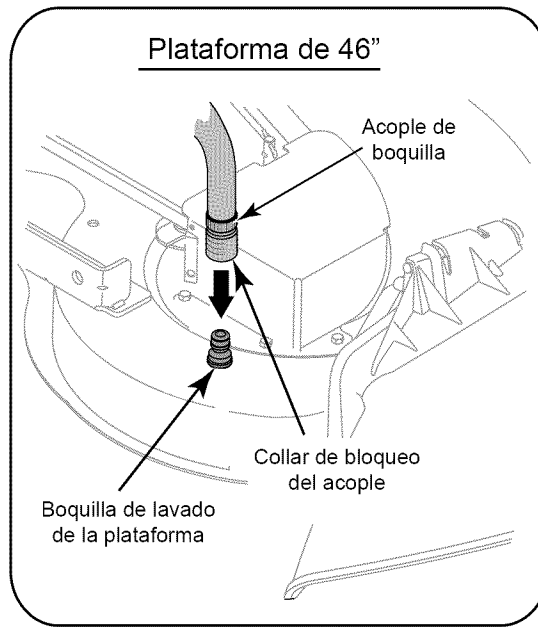

Figura 22
4. Tire hacia atrás el collar de bloqueo del acople de la boquilla y empuje el adaptador hacia la boquilla de lavado de la plataforma en el extremo izquierdo de la plataforma de corte. Suelte el collar de bloqueo para bloquear el acople en la boquilla. Vea la Figura 22.